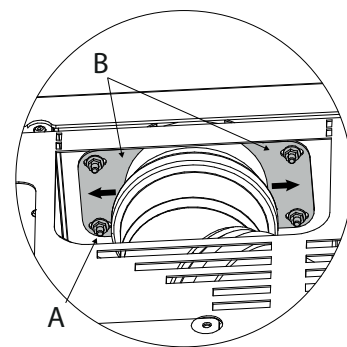

fig. 5.7a
Para realizar las regulaciones, aflojar las cuatro tuercas (A) y deslizar los dos estribos (B) a lo largo de las ranuras hasta que estén apretados (fig. 5.7a)